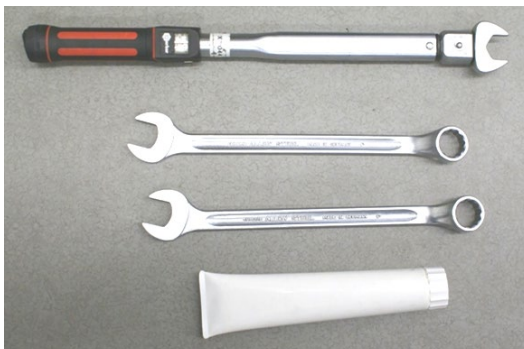

Figure 1
- Voir la figure 1 pour les outils et moyens auxiliaires nécessaires.